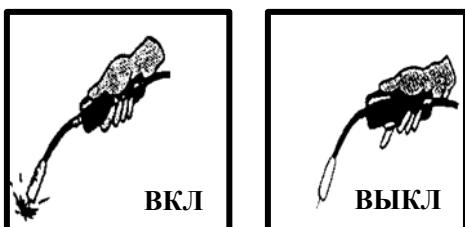

Рис.11
- Во время работы при нажатии на переключатель сварочной горелки ток поступает в горелку и начинается подача проволоки, при отпускании переключателя сварка прекращается. Контроль за сварочным током и напряжением осуществляется с помощью ручки сварочного тока и напряжения, как показано на Рис. 11.